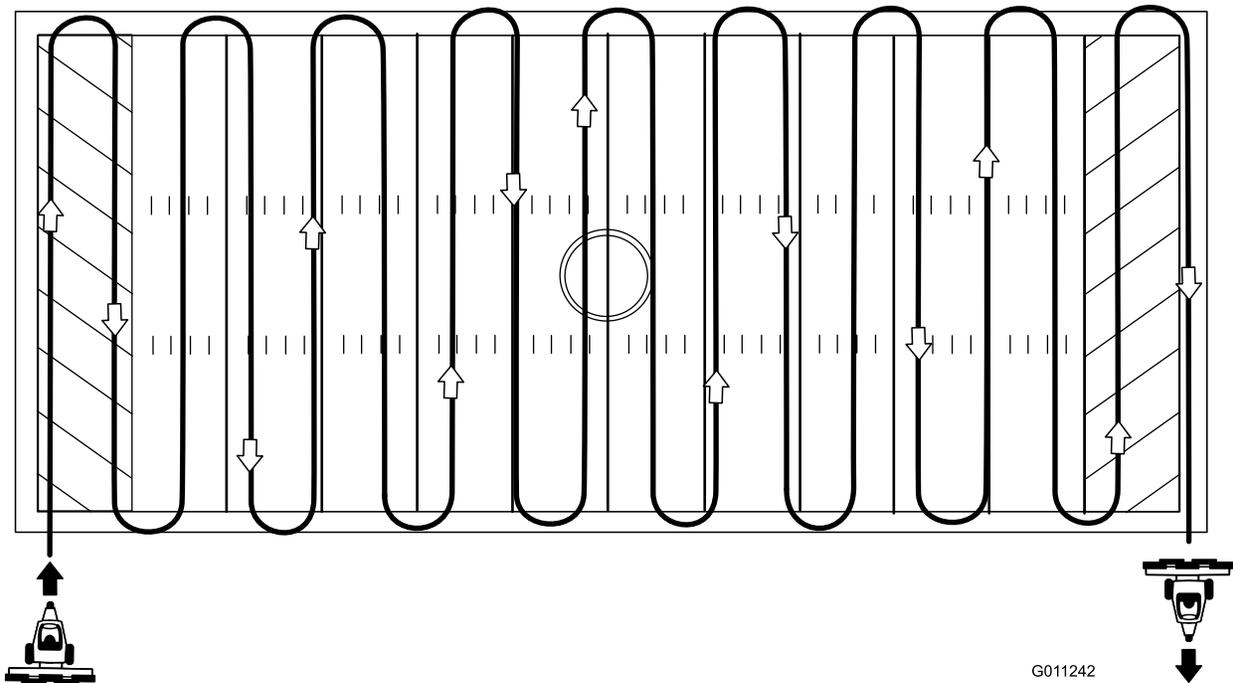

Figura 13
- Il percorso consigliato per la spazzolatura dei campi sportivi è illustrato in Figura 13.